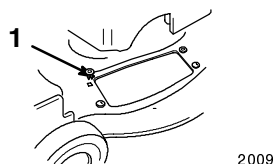

Figure 36
- Instale las cuatro anillas suministradas con el colector de hierba en los cuatro orificios cuadrados de la cortadora (Fig. 36).
- Alinee los orificios del canal con las anillas de la cortadora (Fig. 36).